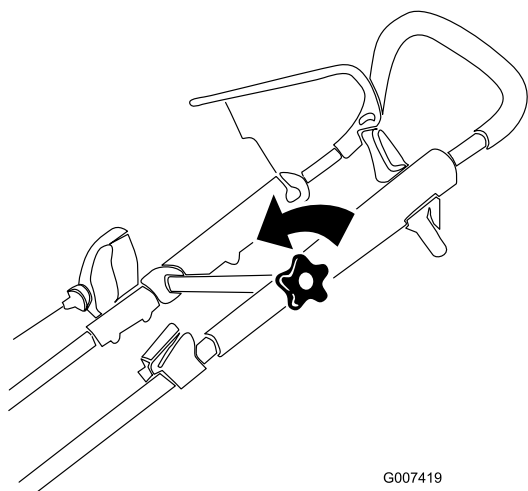

Figura 12
1. Afloje el pomo del manillar superior (Figura 12).